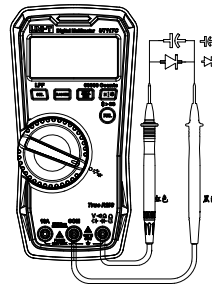

图 8
**6. 二极管测量 (图8)**
## 7. 电容测量 (图8)